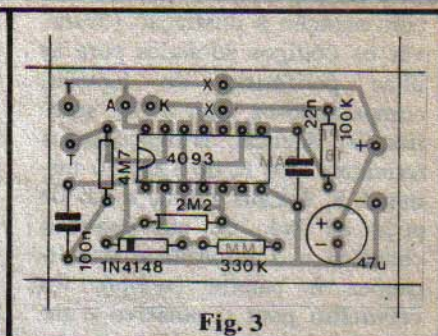

Fig. 3
- **FIG. 3** - "Chapeado" da montagem do BAM, ou seja: vista da plaquinha pelo lado não cobreado, tendo todos os componentes claramente demarcados em suas posições e valores. Quem ainda não tiver muita prática deve recorrer ao mencionado "TABELÃO" (junto às **INSTRUÇÕES GERAIS**, no começo